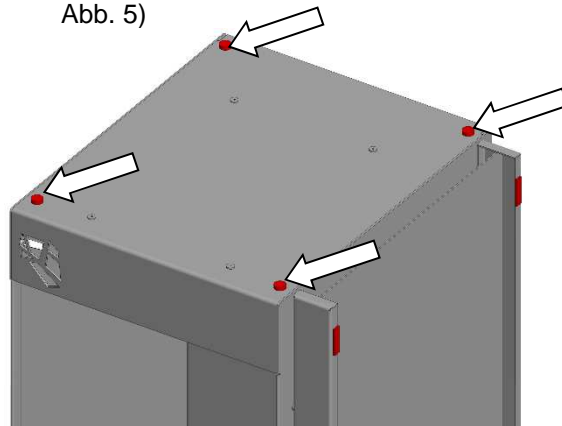
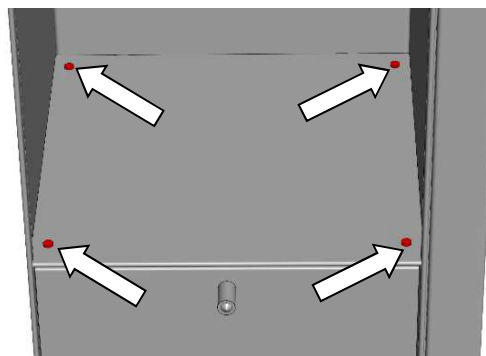

Abb. 4: Große Silikonpuffer anbringen Oberseite
Abb. 5: Kleine Silikonpuffer anbringen
5. Die im Zubehör enthaltenen großen Silikonpuffer (12x4 mm) auf der Oberseite der Holzlege und die kleineren Silikonpuffer (8x2 mm) auf dem Boden des Lagerfaches anbringen (Abb. 4 und Abb. 5)